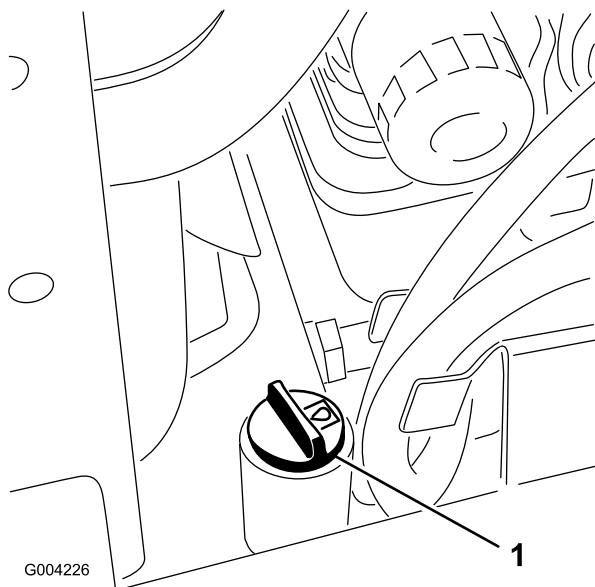

Figure 18
5. Nettoyez la surface autour du goulot de remplissage du réservoir hydraulique (Figure 18).